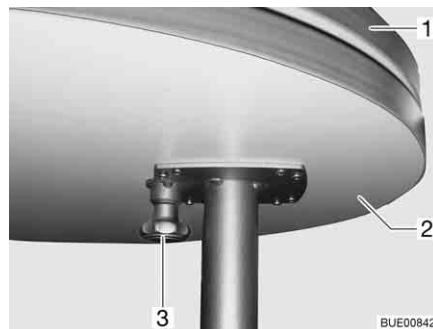

Bild 92 Fast bord
*Förstora:* ■ Dra knappen (Bild 92,3) till låset nedåt och fäll ut bordsförlängningen (Bild 92,2).
*Förkorta:* ■ Fäll in bordsförlängningen (Bild 92,2) under bordsskivan (Bild 92,1) så att det hörs att låset hakar i.